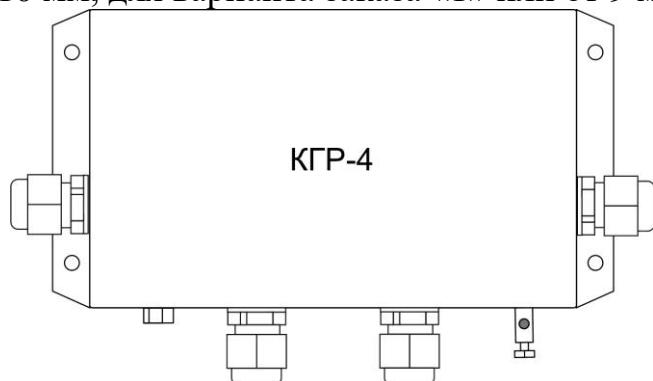
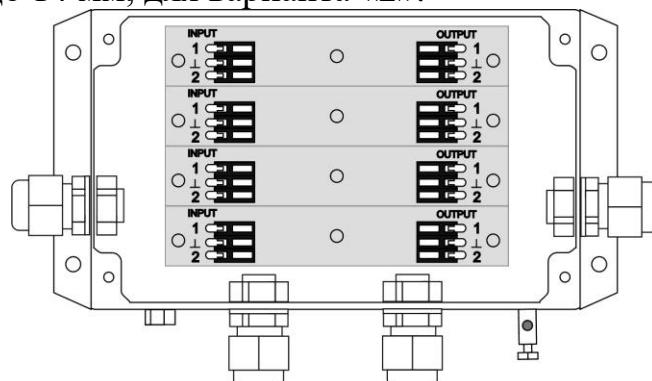

Рис. 1
Рис. 2
4.1. **КГР-4** выполнена в литом алюминиевом «А» (или пластиковом «П») заземляемом корпусе со степенью защиты IP65 (рис.1.). Съемная крышка с уплотнением закрепляется к корпусу четырьмя невыпадающими винтами. С нижней стороны корпуса установлены два гермовода для транслируемых кабелей и клемма для подключения защитного заземления. На боковых сторонах корпуса (по информации для заказа см. п. 3.2) могут устанавливаться до двух дополнительных гермоводов для транслируемых кабелей или кабелей ответвлений.
4.2. Конструкция **КГР-4** (Рис. 1) включает 4 сменных модуля грозозащиты (ГР-2), которые крепятся в корпусе двумя винтами каждый (Рис. 2). На модулях ГР-2 установлены элементы грозозащиты и пружинные зажимы для подключения проводов.